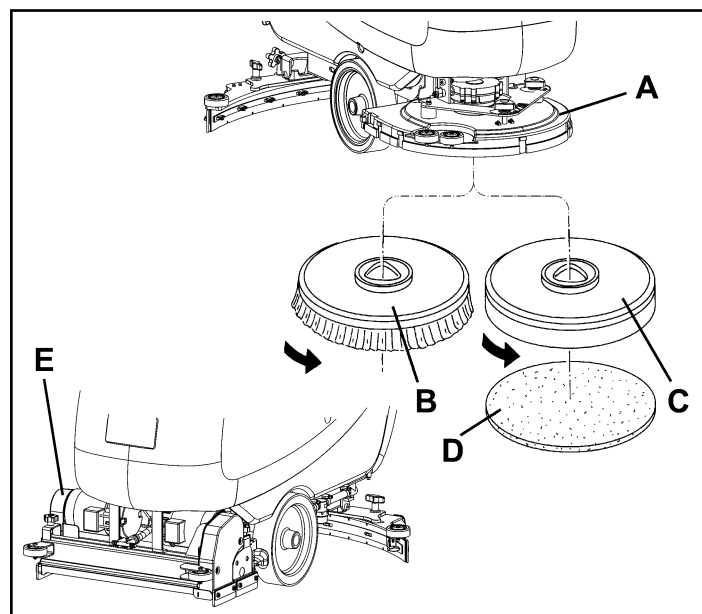
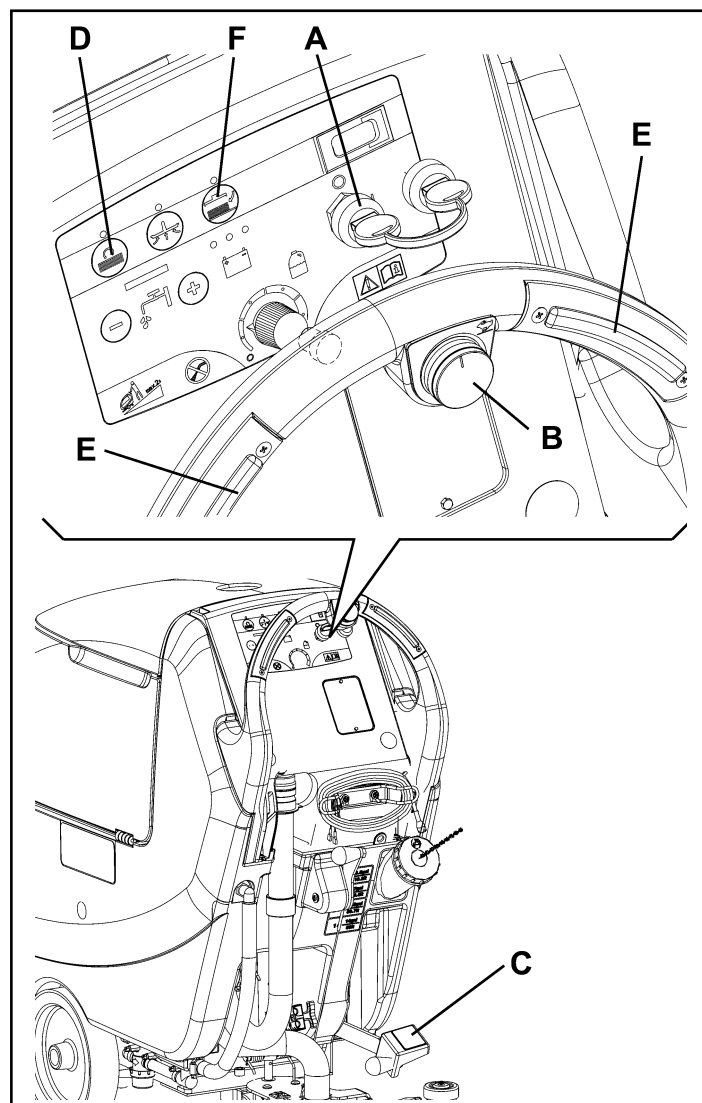

Figure 9
Figure 10
Et la tête porte-brosses / plateaux support disque (A, Fig. 9) et la tête porte-brosses cylindriques (E) peuvent être facilement installées et déposées de la machine.
1. Sur la machine équipée de la tête spéciale, et les brosses (B) et les plateaux support disque (C) avec disques (D) peuvent être installés, en fonction du traitement à effectuer sur le sol.
2. Introduire la clé de contact (A, Fig. 10) et la tourner sur "I".
3. Porter au minimum le régulateur de vitesse (B), si équipé, en le tournant dans le sens contraire aux aiguilles d'une montre.
4. Positionner les brosses (B, Fig. 9) ou les plateaux support disque (C) sous la tête (A) de 17 in (430 mm) ou de 20 in (530 mm).
5. Baisser la tête sur les brosses / plateaux support disque en appuyant sur la pédale (C, Fig. 10).
6. Tourner la clé de contact (A) sur "I".
7. Appuyer sur le bouton-poussoir de rotation brosses / disques (D).
8. Appuyer sur un des boutons-poussoirs (E) pour accrocher les brosses / plateaux support disque, puis le relâcher. Si besoin est, répéter la procédure jusqu'à l'accrochage des brosses / plateaux support disque.
tourner le régulateur de vitesse (B, Fig. 10) dans le sens contraire aux aiguilles d'une montre pour réduire au minimum la vitesse de la machine.